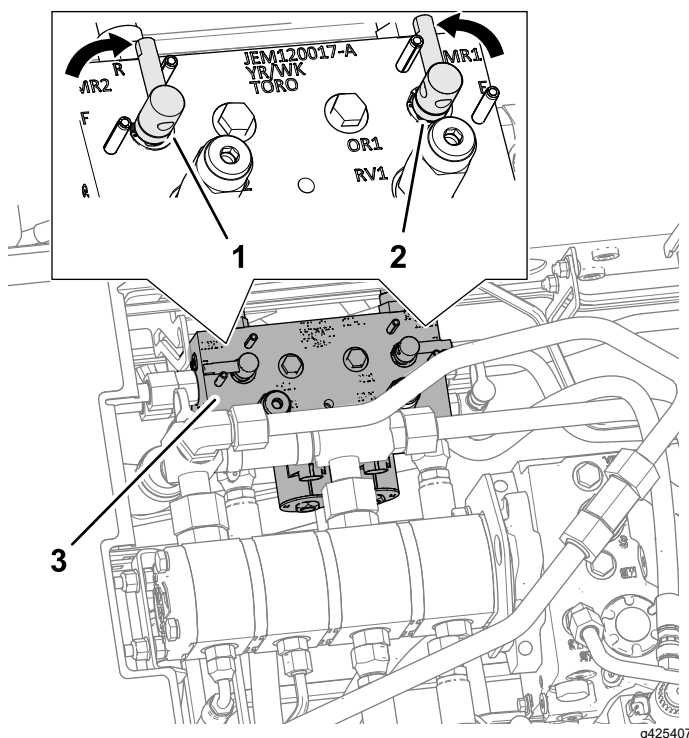

Figure 150
4. Déverrouillez et soulevez le siège pour exposer le collecteur des unités de coupe (Figure 150).
5. Tournez les leviers de rodage à la position R (rodage) (Figure 150).